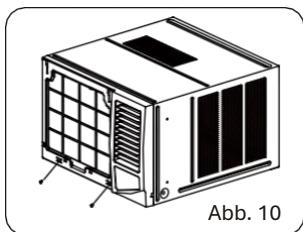

Abb. 10
2. Drücken Sie auf beide Seiten und die Unterkante des Rahmens und befestigen Sie ihn mit den beiden Schrauben an der Unterseite des Rahmens (siehe Abb. 10).